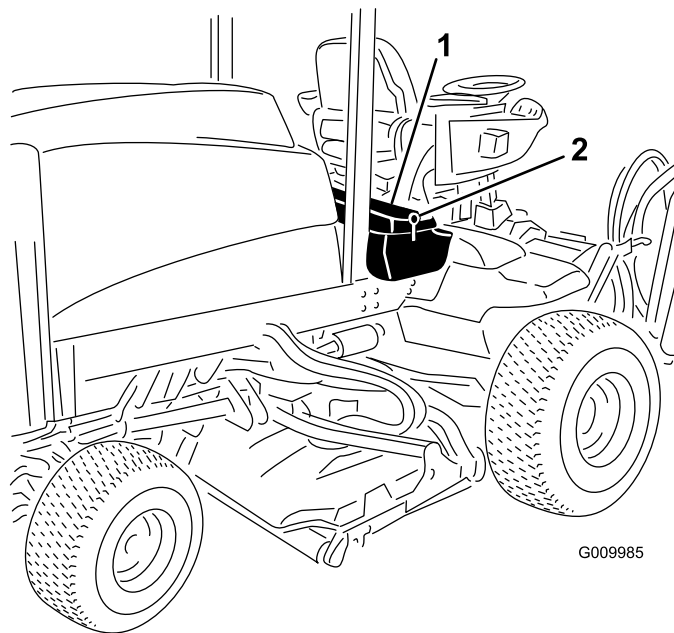
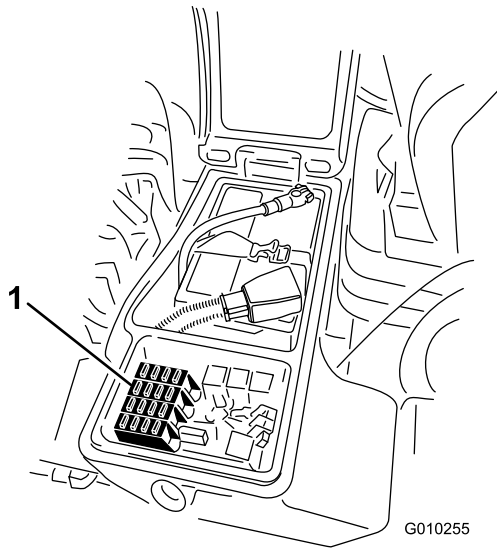

Figure 61
Figure 62
1. Ouvrez le verrou du couvercle du bac de rangement droit et soulevez le couvercle (Figure 61).
1. Ouvrez le verrou du couvercle du bac de rangement droit et soulevez le couvercle (Figure 61) pour exposer le porte-fusibles (Figure 62).
2. Remplacez les fusibles qui ont fondu selon les besoins (Figure 62).
3. Refermez le couvercle du bac de rangement droit et fixez-le en place avec le verrou (Figure 61).